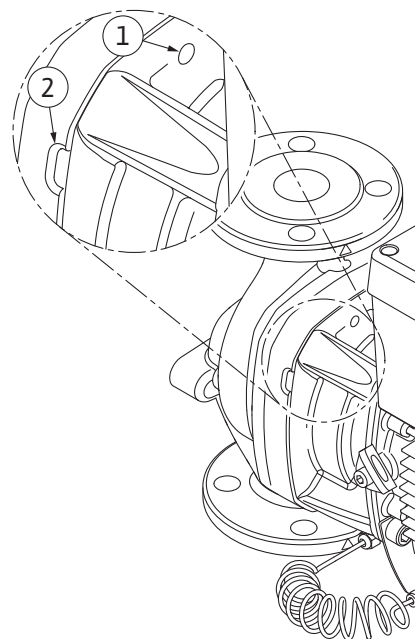

Fig. 105: Gänghål och spår för att avlägsna instickssatsen från pumphuset
För pumptyp (Fig. I och Fig. II) ska de två gänghålen M10 (se Fig. 105) användas samt ändamålsenliga skruvar som tillhandahålls på plats (t.ex. M10 x 20 mm). För att ta bort kan även spåren (Fig. 105, pos. 2) användas.